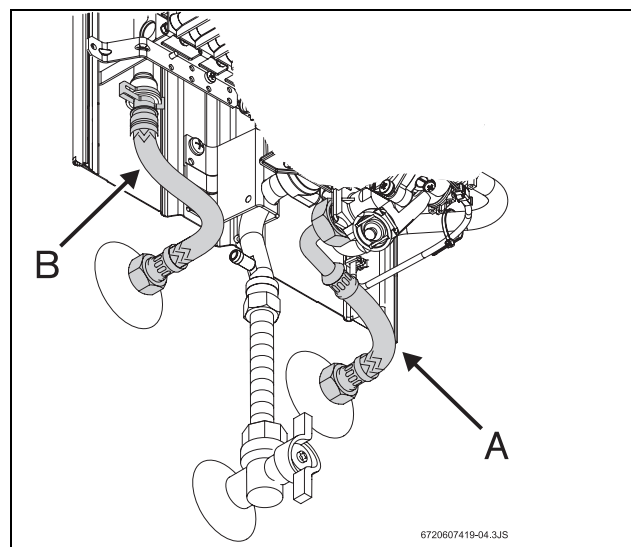

Fig. 5 Collegamento acqua
- Individuare le tubazioni di acqua calda (Fig. 5, pos. B) e fredda (Fig. 5, pos. A) dell'impianto onde evitare eventuali inversioni di collegamento.